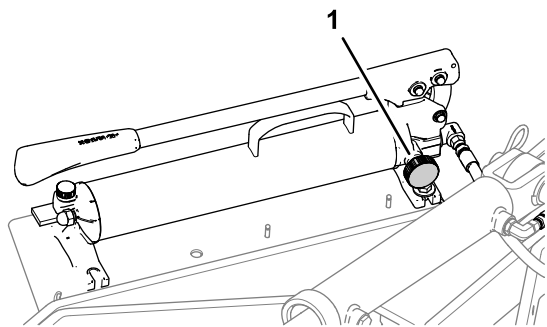

Figure 21
- Fermez la vanne au bas de la pompe hydraulique manuelle (Figure 21) et actionnez la poignée de la pompe jusqu'à ce que la goupille de verrouillage tourne dans le support de la barre de verrouillage.
6. Refermez la vanne de la pompe hydraulique manuelle (Figure 21) et actionnez la poignée de la pompe pour lever l'aérateur à la position de transport.